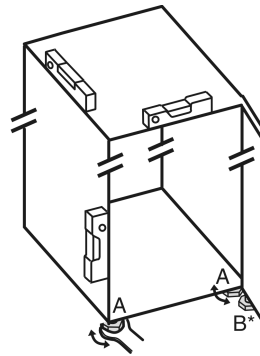

Fig. 2
- ▶ Atornillar las patas regulables Fig. 2 (A) con la llave fija adjunta y un nivel de burbuja hasta que el electrodoméstico quede bien alineado y nivelado.
- Desenroscar la pata regulable *Fig. 2 (B)* en el soporte de cojinete con la llave fija adjunta hasta que se pose en el suelo.
- Girar la pata regulable *Fig. 2 (B)* 90° más.